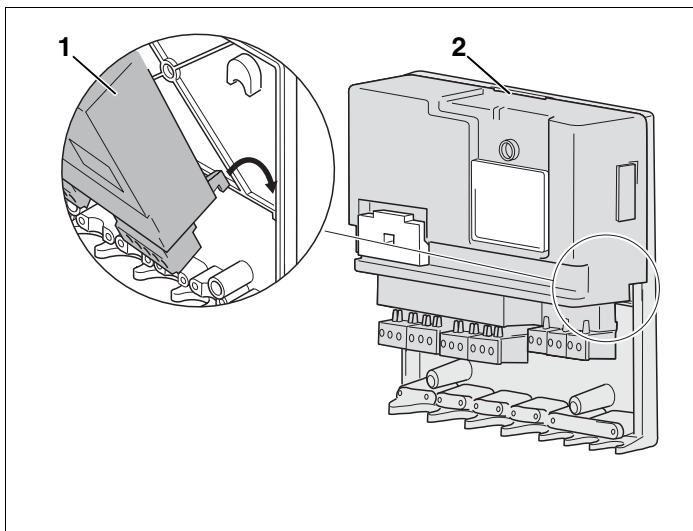

Fig. 10 Insérer et enclencher le module de fonction
- Insérer le module (fig. 10, **pos. 1**) dans le support mural puis enclencher au niveau du verrouillage (fig. 10, **pos. 2**).